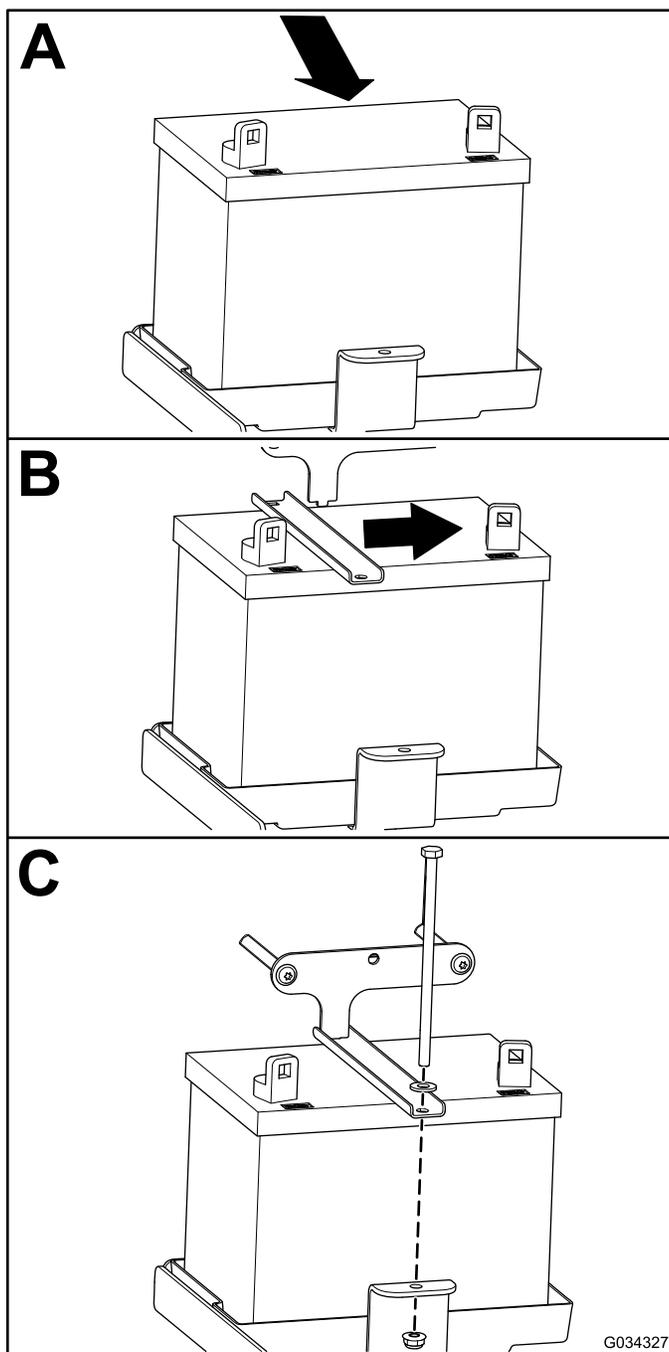

Рисунок 47
1. Установите аккумуляторную батарею, как показано на Рисунок 47.